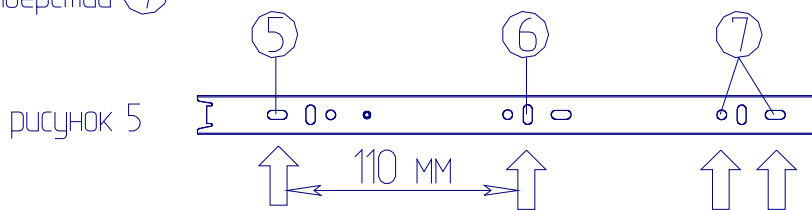

рисунок 5
Крепление направляющей к боковой стенке ящика (рисунок 5):
2. Прикрепить направляющую к боковым стенкам ящика с помощью шурупов 3,5x13 через отверстия (5) и (6)* (рисунок 5)